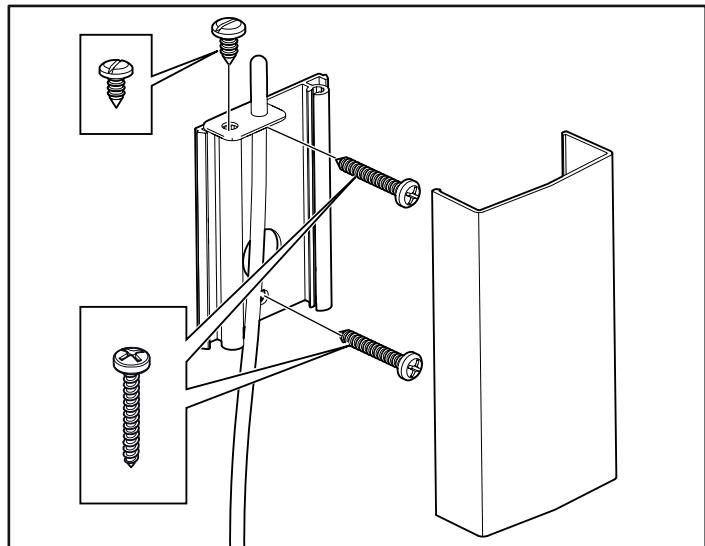
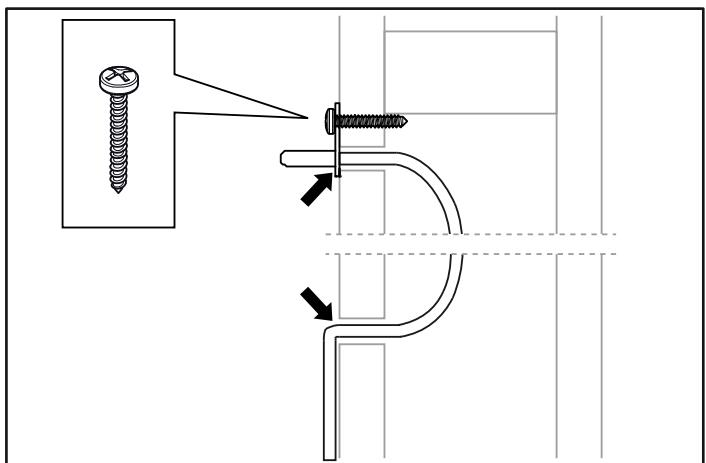

Abb. 15: Montage des Sensors
Abb. 16: Abdichten von ggf. gebohrten Löchern
13. Befestigen Sie den Sensor an der Wand, siehe Abb. 15. Die Thermistorleitung kann auch durch die Wand verlegt werden. Dichten Sie ggf. gebohrte Löcher in der Wand hinter dem Sensor ab, siehe Abb. 16, Seite 17. Die Thermistorleitung kann außerhalb der Sauna mit einer abgeschirmten zweiadri-gen Schwachstromleitung verlängert werden.